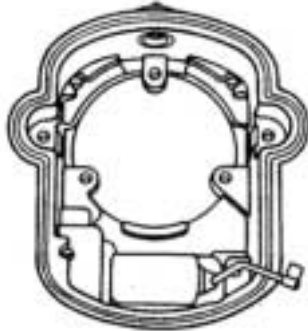

Figure 7.11
- A. Monter le condensateur dans le corps du distributeur, en s'assurant de laisser tourner le câble du condensateur lorsqu'on visse le condensateur dans le corps. (Voir figure 7.11)